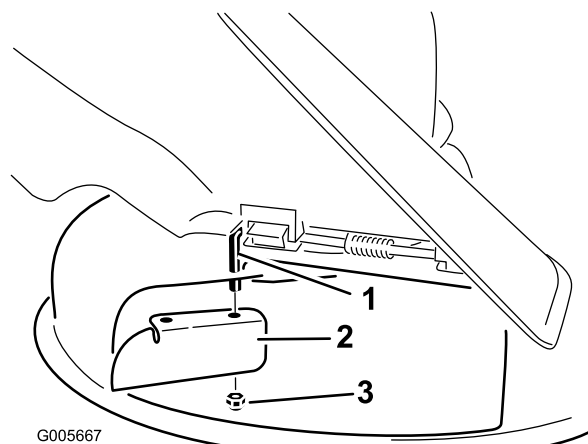

Figura 29
6. Instale la placa deflectora en la varilla de pivote (Figura 29). Utilice la tuerca fina (3/8 pulgada) existente para fijar la placa al cortacésped.